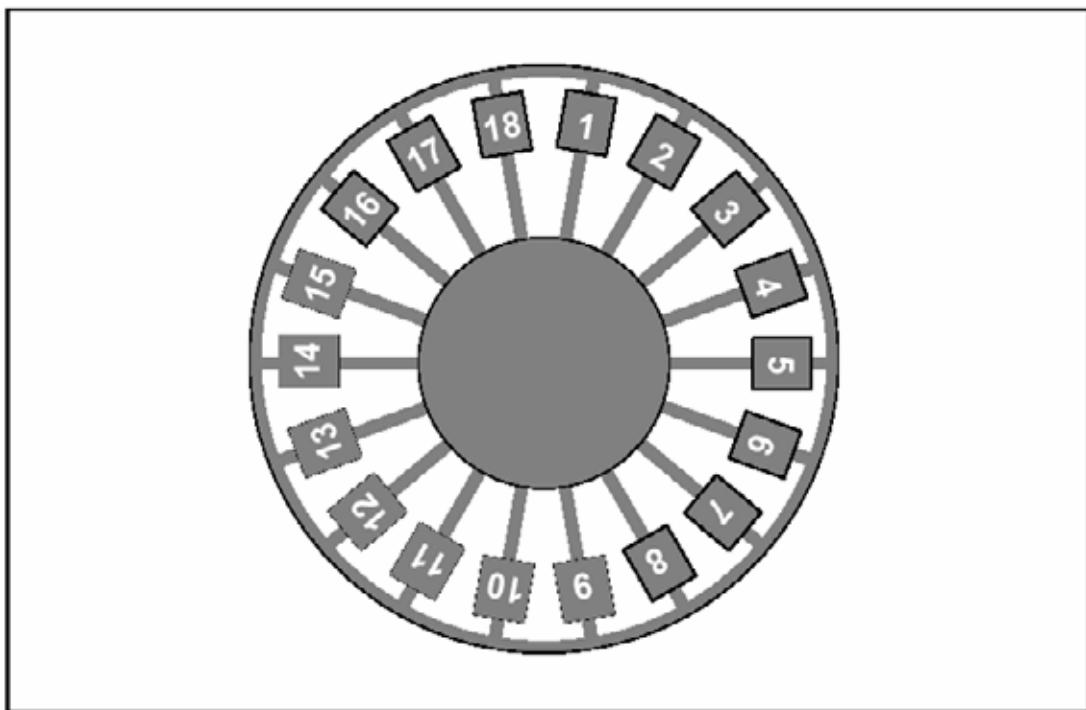

Рис. 6.8 Ярлыки с номерами слотов
1. Поместите ярлык на колесе-держателе (см. рис. 6.8) с требуемым номером слота над квадратным углублением слева внизу на лицевой панели модуля, кожуха или фальш-кожуха.